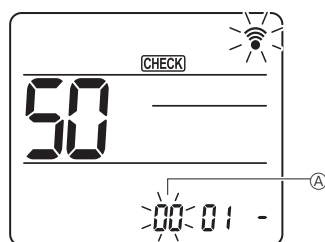
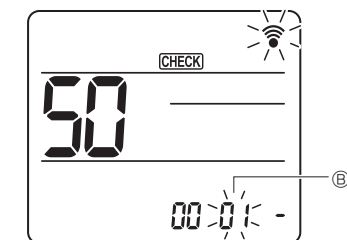

Fig. 6-15
Fig. 6-16
- ② Установка номера блока
Для установки номера блока ① пользуйтесь кнопкой [DOWN]. (Fig. 6-15) Направьте беспроводной пульт дистанционного управления на приемник сигнала внутреннего блока и нажмите кнопку [SET].
- ③ Выбор режима
Для установки номера режима ② пользуйтесь кнопкой [UP]. (Fig. 6-16) Направьте беспроводной пульт дистанционного управления на приемник сигнала внутреннего блока и нажмите кнопку [SET].